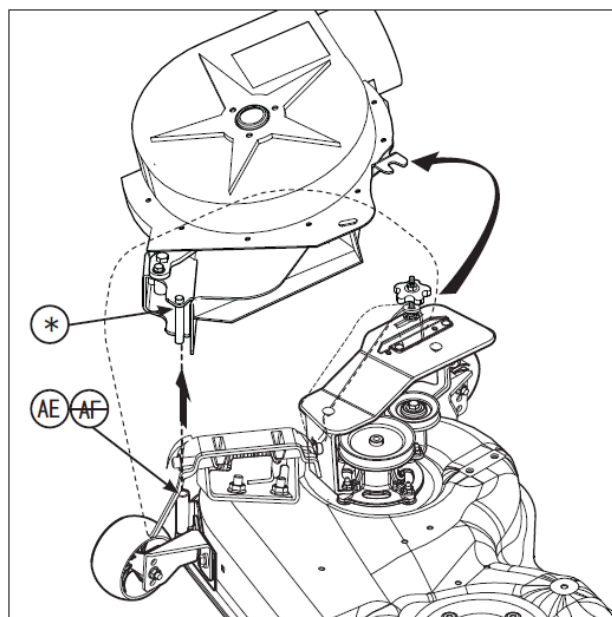

図 37
8. ブロワーピボットピン (図 37 の*) をブロワーピボットブラケット (AE) から引き抜いてください。